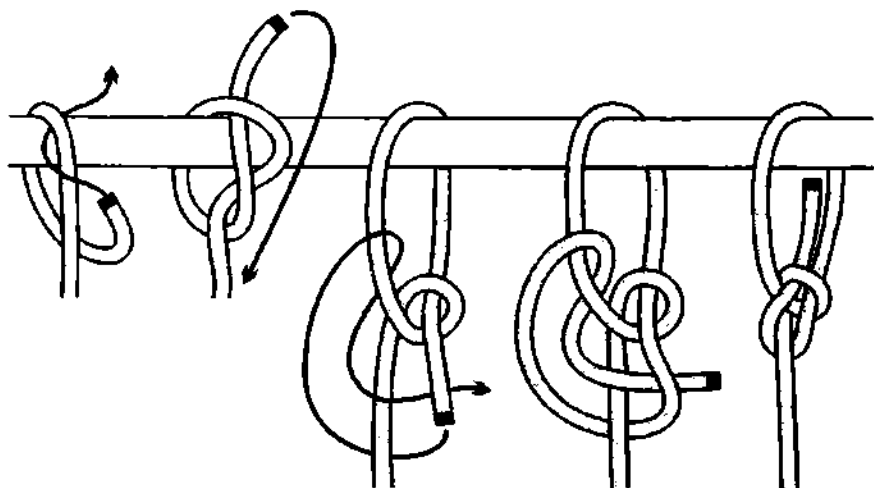

Рис. 300. Единственный способ вязки *булиня* при натянутом тросе.
**5-й способ вязки беседочного узла.** Это замечательный и очень полезный способ завязывания узла, так как с помощью него можно привязать верёвку к опоре, даже если она натянута и находится под нагрузкой, и нет возможности её ослабить, чтобы в калышку пропустить ходовой конец (рис. 300). Завязывая *булинь* этим способом, моряки учаливаются к стенке, когда, например, лодка качается на волне.